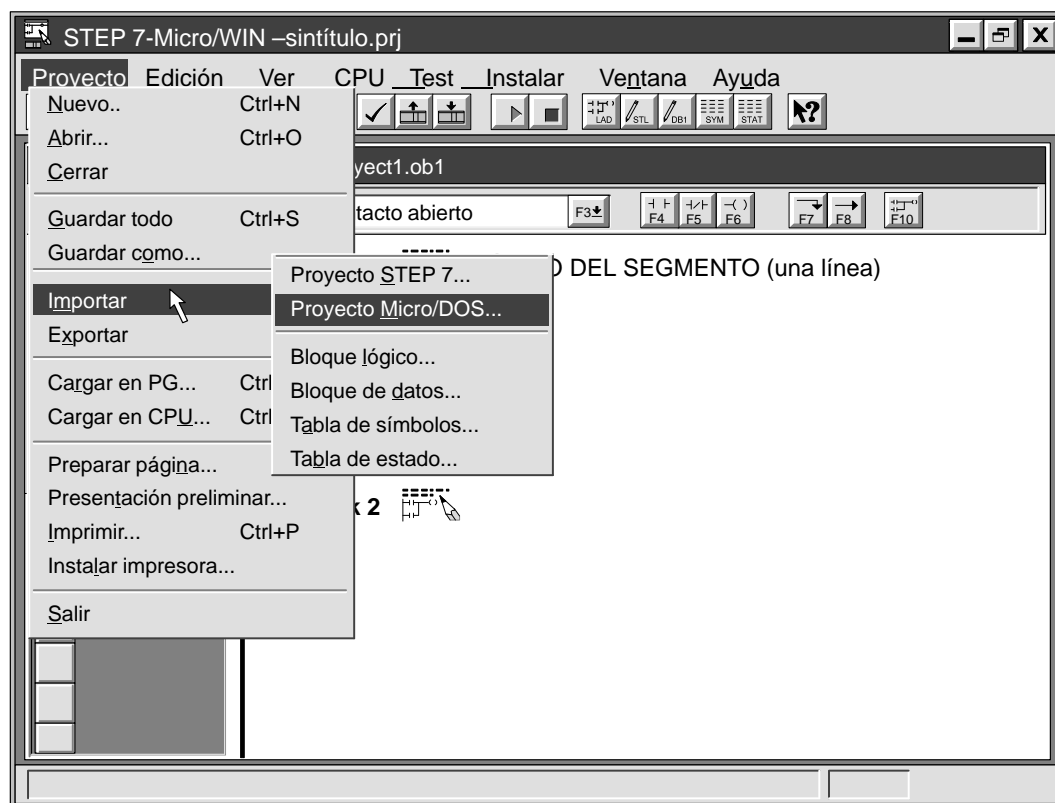

Figura E-2 Importar un archivo de STEP 7-Micro/DOS
2. Elija los comandos de menú **Proyecto ► Importar ► Proyecto Micro/DOS...** como muestra la figura E-2.